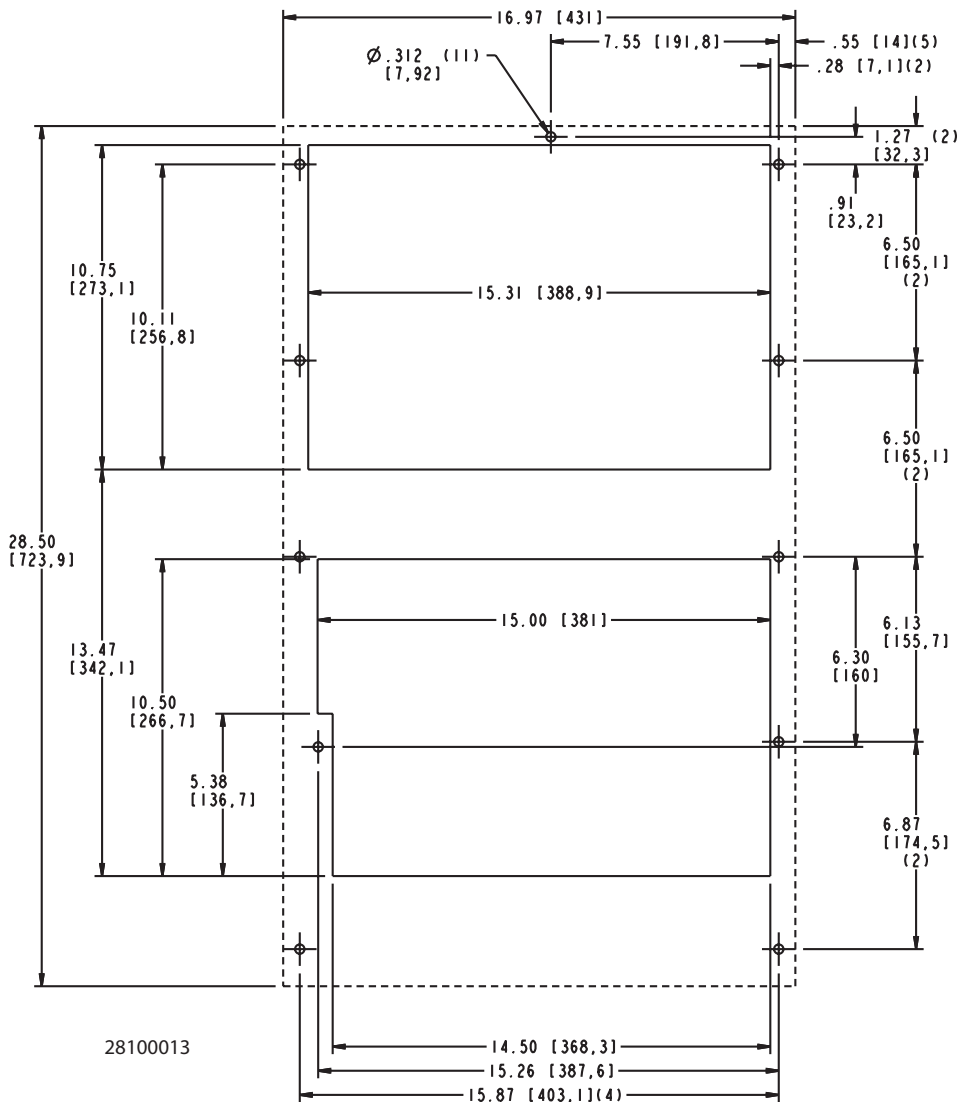

Figura 5
2. Con el kit de junta de montaje proporcionado con la unidad, instale las juntas en el aire acondicionado; consulte la Figura 5.
4. Deje la unidad en posición vertical durante un mínimo de cinco (5) minutos antes de arrancar. ¡PRECAUCIÓN! El aire acondicionado debe estar en posición vertical durante el funcionamiento.